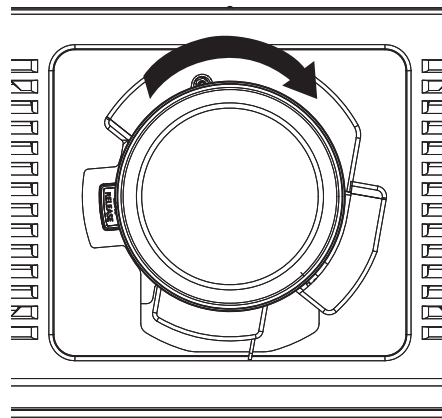

Figura 3
3) **Gire la lente de proyección en el sentido de las agujas del reloj hasta que haga clic. (Figura 3)**